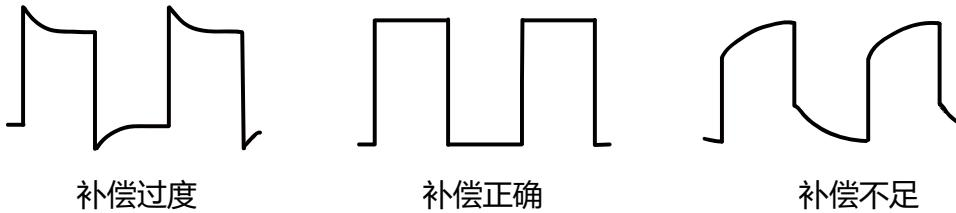

图 7.9 探头补偿
2. 检查所显示的波形形状并与 图 7.9 所得波形进行对比。
3. 使用附件中提供的探头补偿调节棒调整探头上的低频补偿调节孔，直到显示的波形如上 图 7.9 所示的“补偿正确”。